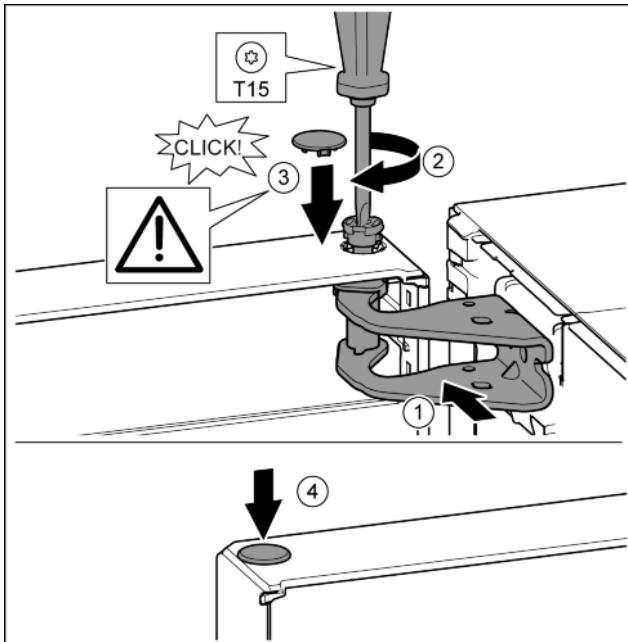

Fig. 18
- Дверь вверху выровнять по отверстию в опорном кронштейне. Fig. 18 (1)
- Вставить палец и затянуть отверткой T15. Fig. 18 (2)
- Установить предохранительную крышку для защиты двери: вставить предохранительную крышку и проверить, прилегает ли она к двери. В ином случае вставить палец полностью. Fig. 18 (3)
- Вставить заглушку. Fig. 18 (4)